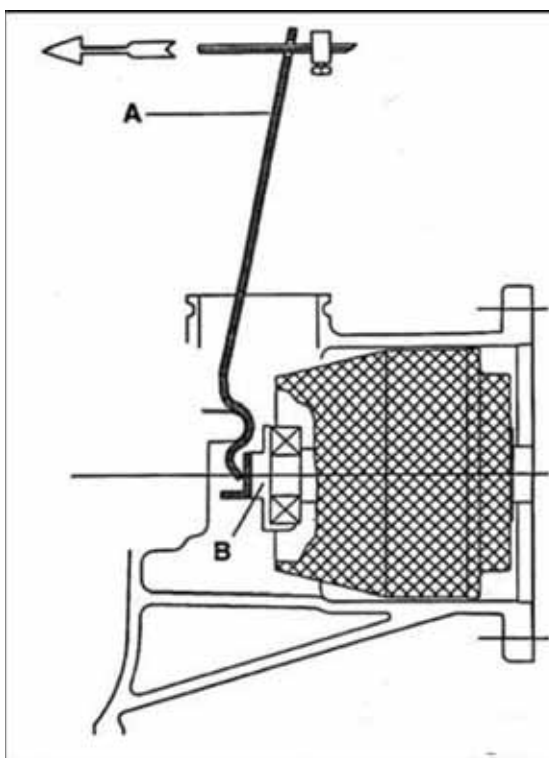

РИС. 49
См. рис. 49.
3. Установите двигатель со сцеплением на редуктор и зафиксируйте его. При этом два зубца кольца **В** должны быть расположены так, как на рис. 49.